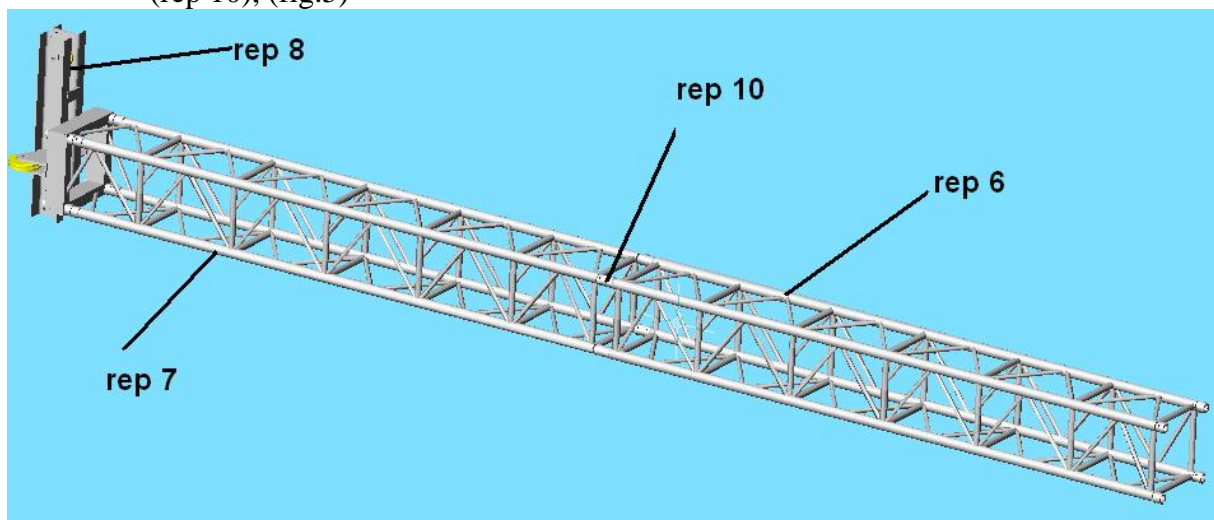
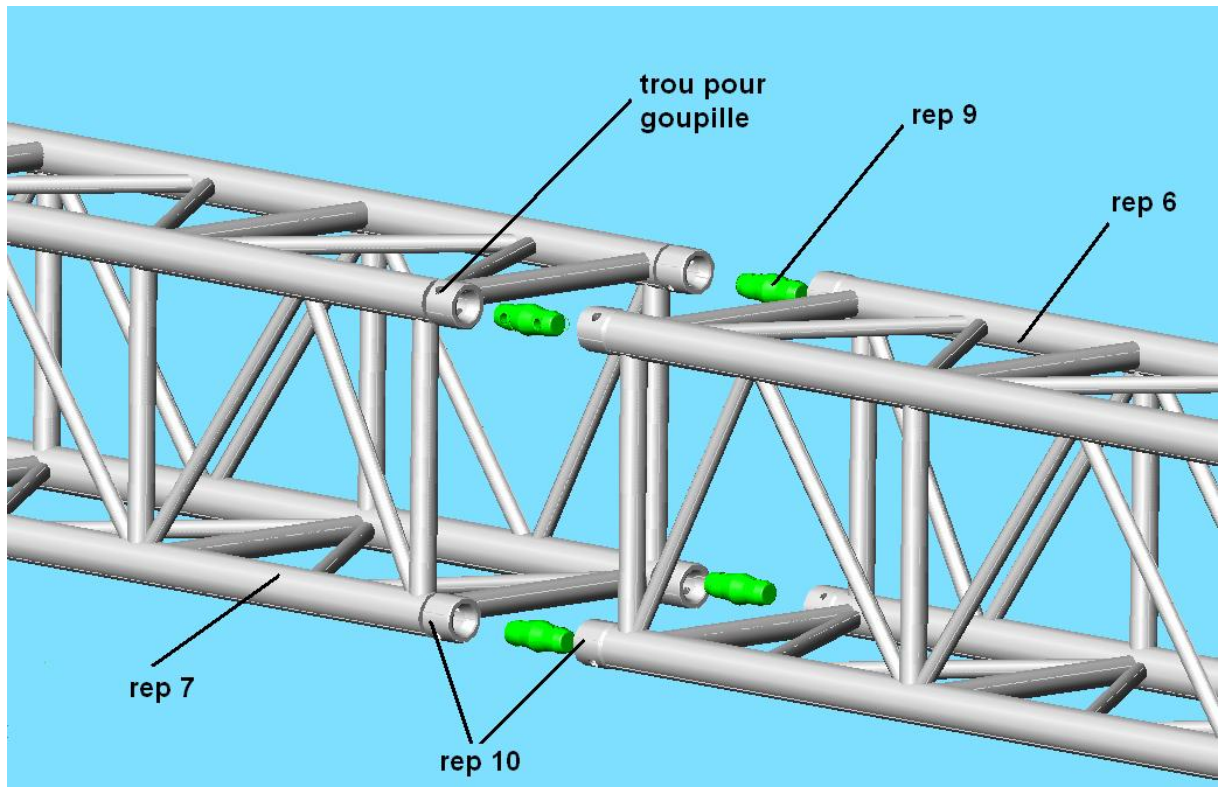

fig.4
fig.5
- a) Positionner les mâts 2 (rep 6), 3 (rep 7) et la tête de tour (rep 8) horizontalement (fig.4), de manière à pouvoir assembler les manchons mâles (rep 9) et femelles (rep 10), (fig.5)
- b) Assembler les manchons mâles (rep 9) et femelles (rep 10) à l'aide d'une goupille de sécurité en la plaçant dans le trou prévu à cet effet (fig.5).
Répéter l'étape précédente pour pouvoir assembler le mât 3 (rep 7) et la tête de tour (rep 8) (fig.4).